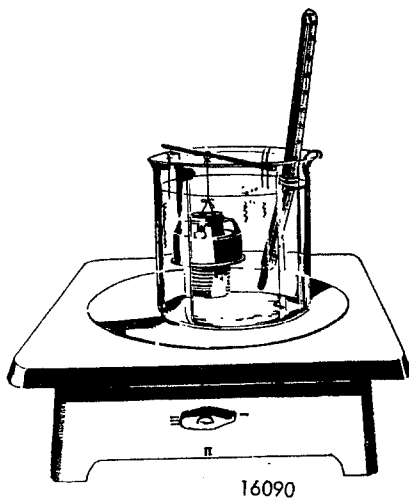

Fig 05-5. Kontroll av termostat
3. Prova termostaten enligt fig 05-5. När termostaten skall börja öppna framgår av Data. Byt vid behov termostaten.